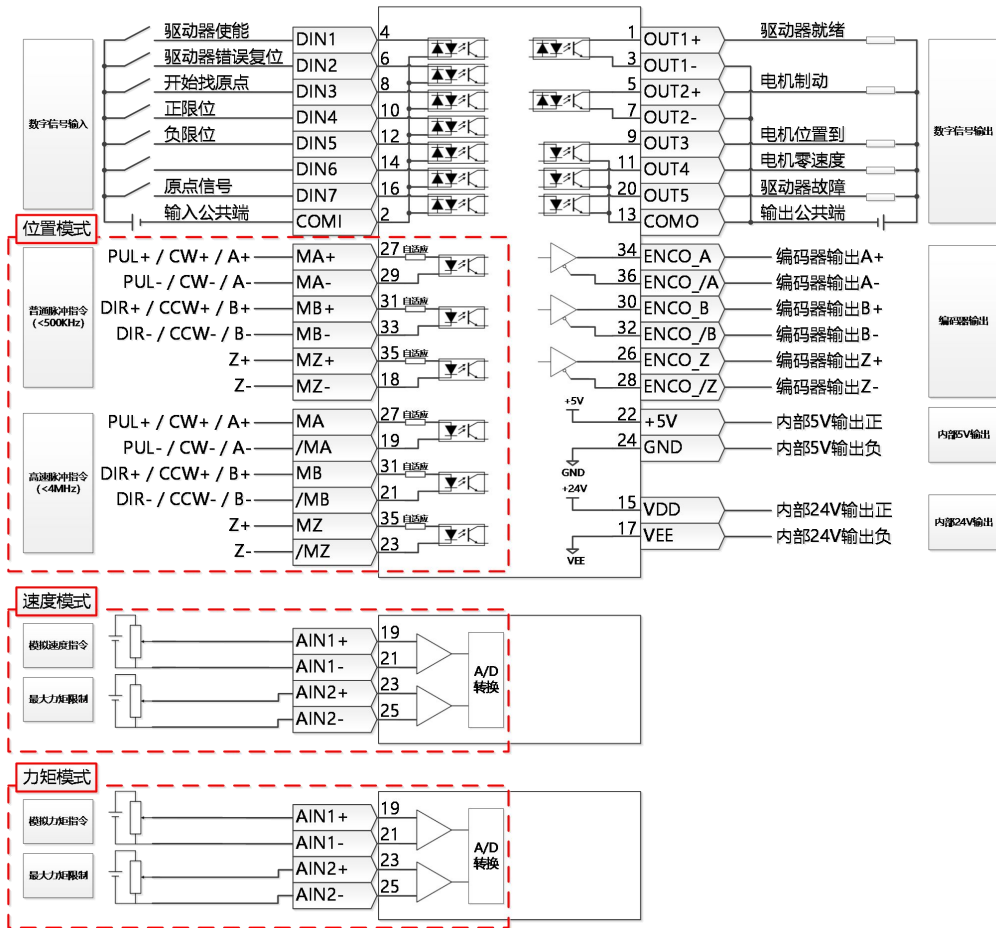
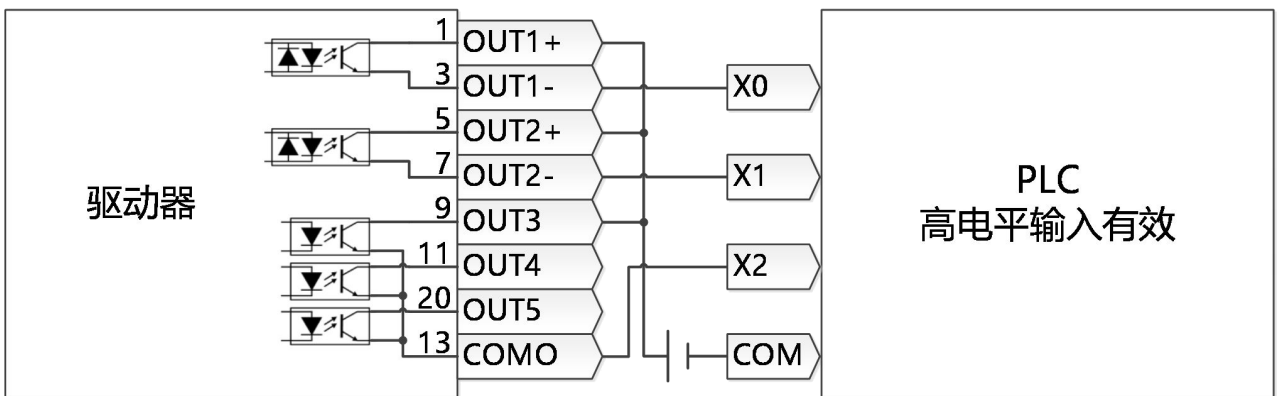

图 3-8 IO 口默认定义
图 3-9 输出 PNP 接线方式
- 对于数字输出，图 3-8 只显示 NPN 接线，如图 3-9 所示为 PNP 接线。